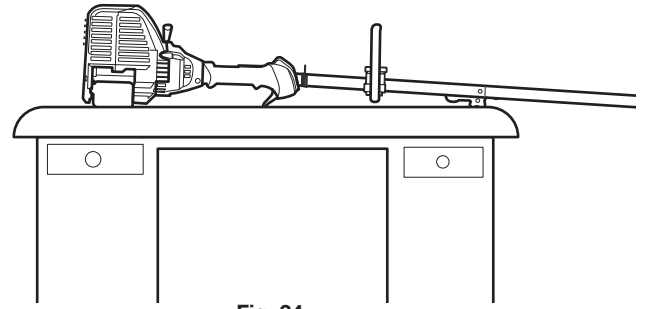

Fig. 24
2. **Ubique la unidad sobre una superficie plana y nivelada**, como un banco de trabajo o una mesa. El protector del cabezal de corte debe quedar colgando del borde de manera que el motor quede nivelado (Fig. 24).